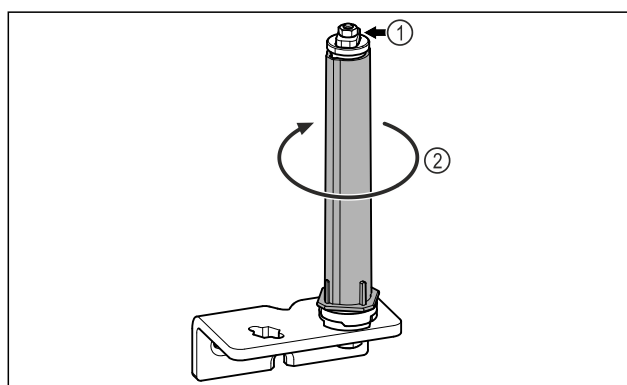

Fig. 16
- No desmontar el sistema de cierre de puertas Fig. 16 (1).
- Girar el sistema de cierre Fig. 16 (2) hasta que haga clic.